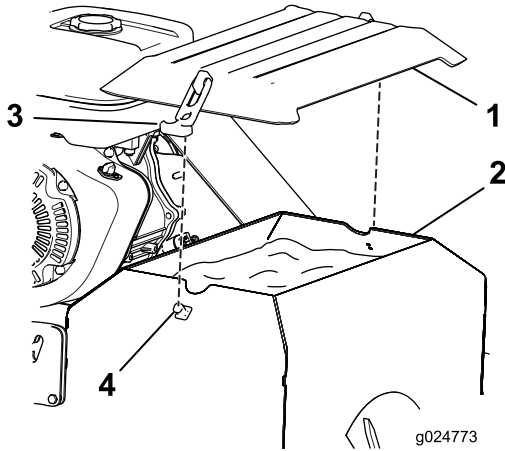

Figura 13
- Para instalar la tapa de las semillas (Figura 13), colóquela sobre la tolva para semillas y sujétela a los enganches en cada lado con los cierres de goma.